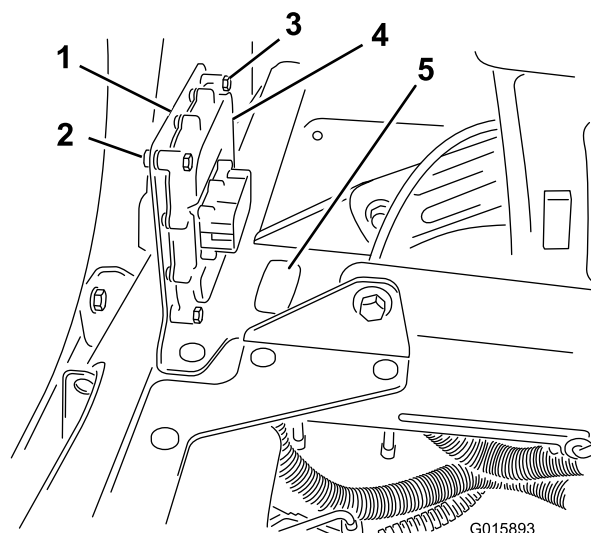

Рисунок 15
1. Удалите выбивную заглушку (Рисунок 15).
3. Закрепите монтажный кронштейн на раме водительского сиденья, между или позади уже установленных аппаратных средств управления (см. Рисунок 15).